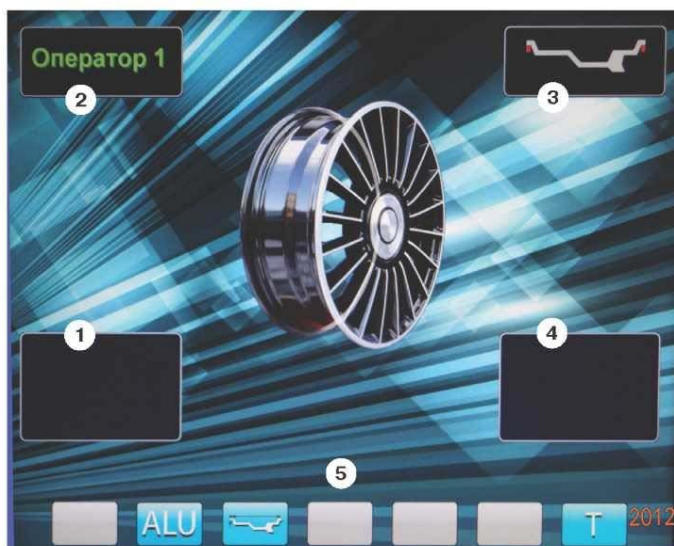

рис.8.2.
8.3. После включения питания СБ на экране монитора отображается фирменная заставка, которая через несколько секунд сменяется отображением экрана основного рабочего режима (рис. 8.2).
Для выбора схем расположения грузов в программах ALU1-ALU5 необходимо, находясь в режиме основного рабочего экрана, нажать кнопку «ALU», при этом открывается окно схем установки грузов, отмеченных номерами рис.11.3. Если после введения размеров колеса установился экран ввода геометрических параметров, необходимо перейти в экран основного рабочего режима нажатием кнопки «STOP». Для выбора нужной схемы нажмите кнопку верхнего ряда клавиатуры с соответствующим номером. Выбранная схема установки грузов отображается в окне 3 экрана основного рабочего режима (рис. 8.2).
12.2. При включении СБ программа измерения дисбаланса настраивается таким образом, что дисбаланс менее 8 г (заводская установка) на любой плоскости коррекции не показывается, в этом случае в окнах 1 и 4 (рис. 8.2) высвечиваются «ОК». Минимальный дисбаланс отображающийся в окнах 1 и 4 равен 8 г. Дисбаланс, превышающий 8г, округляется до величины кратной 5, т. е. дисбаланс 9, 10, 11 и 12 г отображается цифрой 10, дисбаланс 13, 14, 15, 16 и 17 г - цифрой 15 и т. д. Для просмотра неокругленного значения дисбаланса или дисбаланса менее 8г. необходимо нажать кнопку «<», при этом в